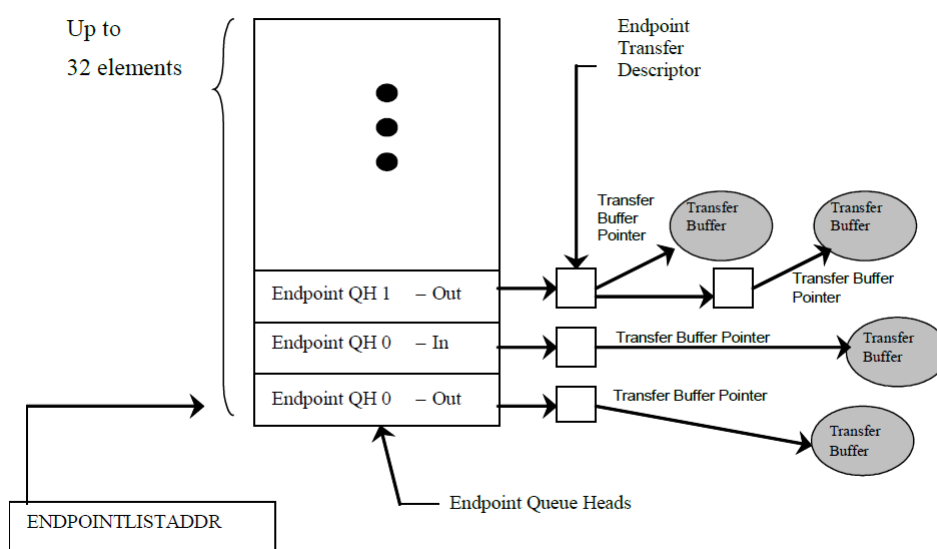

图 88: dqhlist 示意图
- dqh，用于配置该端点参数，包含最大数据包长度，当前以及下一个传输描述符地址，同时会保存当前传输描述符内容，如图 88 所示。详细信息如??所示。